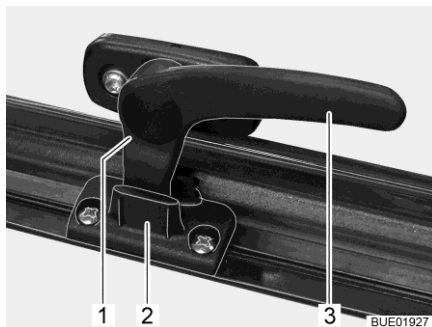

Fig. 21 Levier de verrouillage (position "Aération permanente")
- En position "Aération permanente" (Fig. 21)
- Tourner le levier de verrouillage (Fig. 21,3) d'un quart de tour vers le centre de la fenêtre.
- Tourner le levier de verrouillage d'un quart de tour vers le cadre de la fenêtre. Le tenon de verrouillage (Fig. 21,1) doit pénétrer alors dans le logement prévu à cet effet dans le verrouillage de fenêtre (Fig. 21,2).